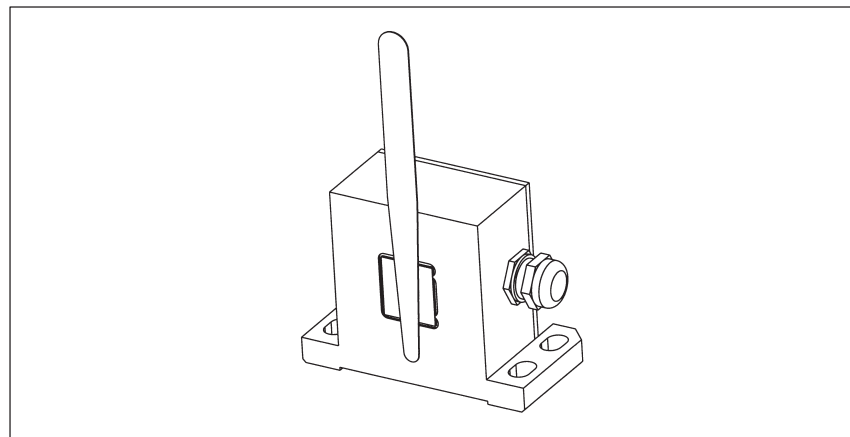

Bild 3-1 Anordnung von Fühlerlehre und Abtastkopf
- Fühlerlehre gemäß Bild 3-1 zwischen Abtastkopf und Zahnrad schieben. Dabei ist zu beachten, daß die Abtastoberfläche des Gebers und die Fühlerlehre frei von Verunreinigungen sind.